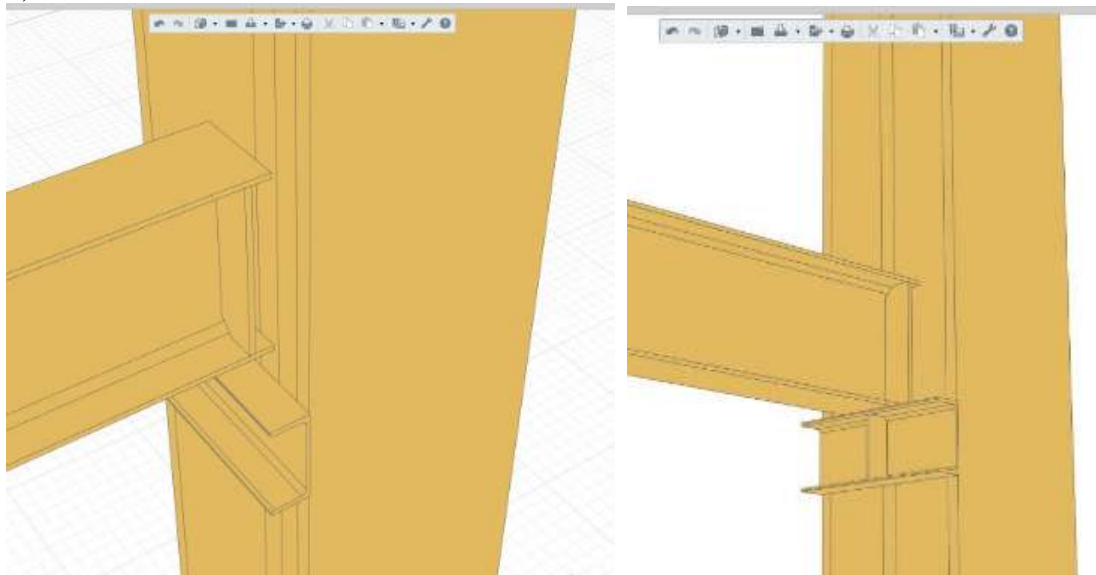

Рисунок 14.12 - Ребра двутавровой балки. Законченный вид узла
- 1й тип — ребра двутавровой балки (рис. 14.12);
После расстановки пластин в их проектное положение узел приобретает законченный вид (рис. 14.12).